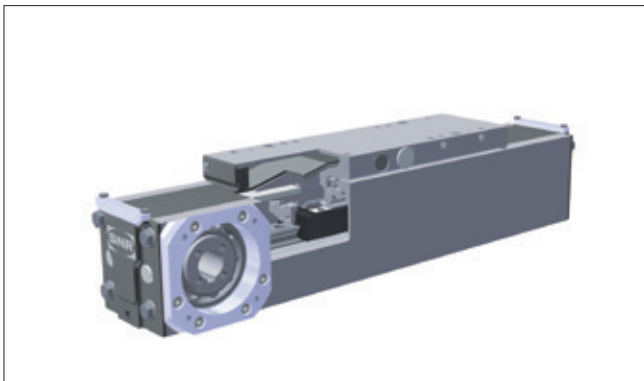

Bild 5.4 ____ AXF mit Zahnriemenantrieb
- 2 Antriebsvarianten: Zahnriemen- und Spindeltrieb (Bild 5.4 und 5.5)